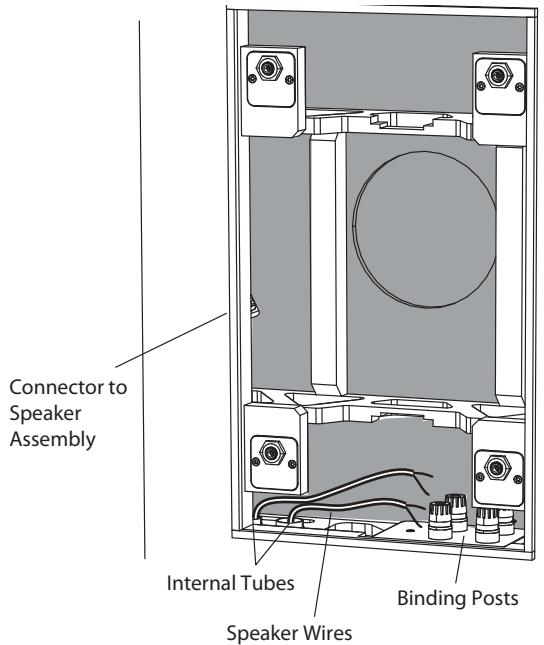

Abb. 5. Installation der Lautsprecherkabel an den BACK-CAN-Anschlüssen
4. Das Pluskabel Ihres Verstärkers sollte zu einem der roten (positiven) Anschlüsse in der hinteren Dose führen (Abb.5). Das Minuskabel Ihres Verstärkers sollte an einen der schwarzen (negativen) Anschlüsse angeschlossen werden. Sie können die anderen roten und schwarzen Klemmen verwenden, um die Lautsprecherkabel aus der anderen Kabelverschraubung und zu einem anderen Lautsprecher herauszuführen.